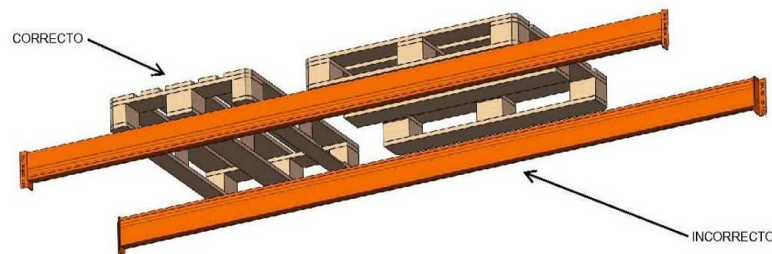

Fig. 3
- Les dimensions totales doivent être telles qu'elles permettent les marges minimales dans l'alvéole. Voir Fig.3.